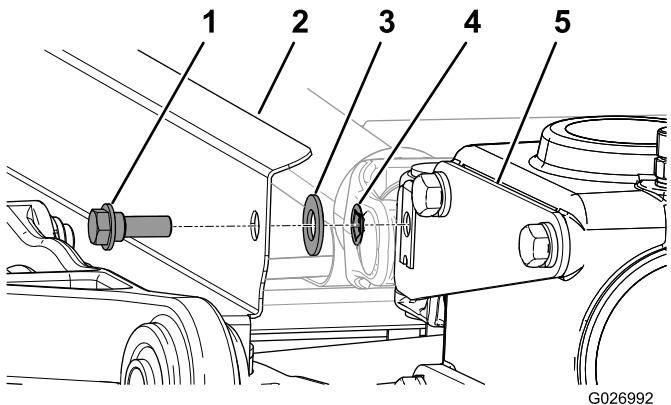

Figura 25
3. Sujete el protector del árbol de transmisión al soporte de giro que se instaló en el procedimiento 6 Montaje del soporte de giro (página 5); consulte Figura 25.